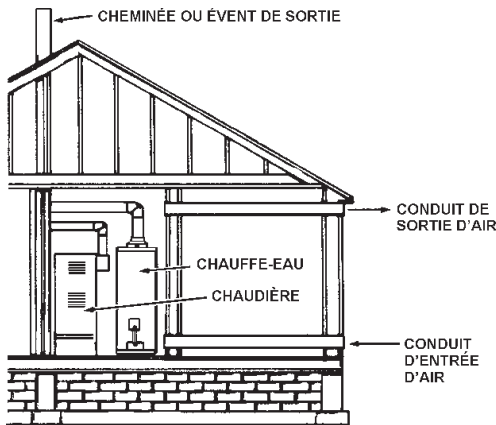

FIGURE 14
- Chaque ouverture qui communique avec l'extérieur par un conduit horizontal doit comporter une surface libre d'au moins 1 po2 par 2 000 Btu/h (11 cm2/kW) de débit calorifique nominal total de tous les appareils se trouvant dans l'enceinte (fig. 14).
- Si des conduits sont utilisés, l'aire de leur section transversale doit être la même que la surface libre de l'ouverture à laquelle ils sont raccordés. Le côté le plus petit d'un conduit de section rectangulaire ne doit pas être inférieur à 3 po (76,2 mm) (fig. 14).